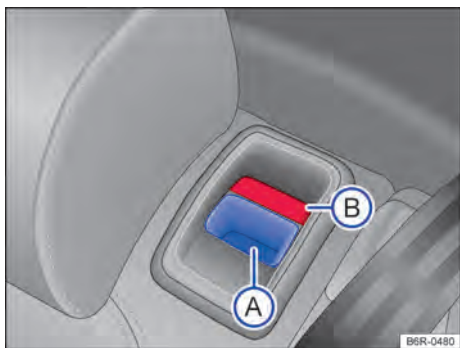

Fig. 63 Banco traseiro: botão de destravamento (A); marca vermelha (B).
- Puxar o botão de destravamento → Fig. 63 (A) para frente e, ao mesmo tempo, rebater o encosto do banco traseiro para frente.
- O encosto do banco traseiro estará destravado se uma marca vermelha no botão (B) estiver visível.
- A marca vermelha no botão → Fig. 63 (B) sinaliza que o encosto do banco não está travado. Verificar sempre se a marca vermelha não estará visível quando o encosto do banco traseiro estiver na posição vertical.